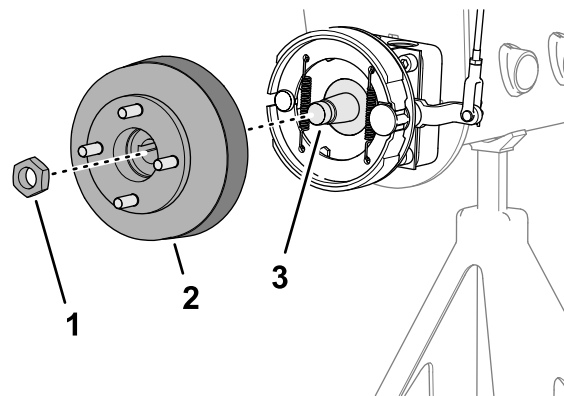
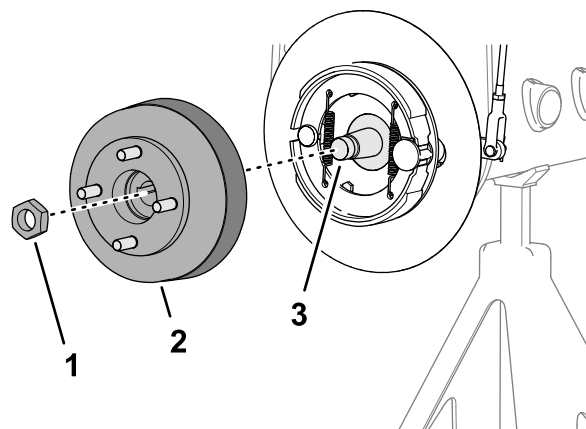

Рисунок 75
Рисунок 76
1. Отверните контргайку крепления ступицы к валу мотор-колеса (Рисунок 75 или Рисунок 76).
4. Используйте указанный съемник ступицы колеса, чтобы снять ступицу колеса и тормозной барабан с вала мотор-колеса (Рисунок 75 или Рисунок 76).